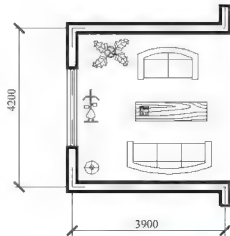

图 3.144 利用 AutoCAD 设计中心绘图
- (1) 使用【绘图】命令和【修改】命令绘制如图 3.144 所示的图形 (不用标注尺寸)。
- (2) 在设计中心选择 Home-Space Planner 文件, 找到该文件中下列图块并将它们拖动到图形相应位置。